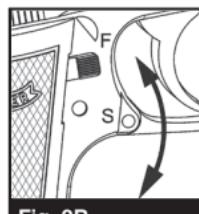

Fig. 2B
- Poussez le cran de sûreté vers le haut, vers la position “F” (Fig. 2B). Lorsque vous pouvez voir le point ROUGE, le pistolet à air est en position “OFF SAFE” et vous pouvez tirer.